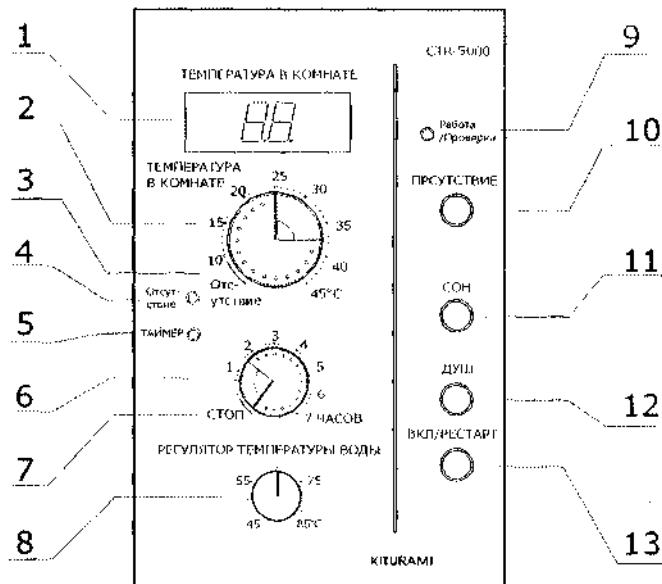

Рис. 12
- регулятор «ТЕМПЕРАТУРА В КОМНАТЕ» (Поз.2; рис. 12);
- отметка на шкале регулятора «ТЕМПЕРАТУРА В КОМНАТЕ» - «ОТСУТСТВИЕ» (Поз.3; рис. 12);
- регулятор «ТАЙМЕР» (Поз.6; рис. 12);
- отметка на шкале регулятора «ТАЙМЕР» - «СТОП» (Поз.7; рис. 12);
- регулятор «ТЕМПЕРАТУРА ВОДЫ» (Поз.8; рис. 12);
- кнопка «ПРИСУТСТВИЕ» (Поз. 10; рис. 12);
- кнопка «СОН» (Поз.11; рис. 12); кнопка «ДУШ» (Поз.12; рис. 12);
- кнопка «ВКЛ/РЕСТАРТ» (Поз.13; рис. 12).
- дисплей (Поз.1; рис. 12);
- светодиод «ОТСУТСТВИЕ» (Поз.4; рис. 12);
- светодиод «ТАЙМЕР» (Поз.5; рис. 12);
- светодиод «РАБОТА/ПРОВЕРКА» (Поз.9; рис. 12);
- подсветка кнопки «ПРИСУТСТВИЕ» (Поз. 10; рис. 12);
- подсветка кнопки «СОН» (Поз. 11; рис. 12); подсветка кнопки «ДУШ» (Поз. 12; рис. 12).
**Кнопка "ВКЛ/РЕСТАРТ"** (Рис. 12; поз.13). Элемент прибора, предназначенный для включения (выключения) прибора CTR-5000 и котла.
**Дисплей** (Рис. 12; поз.1). Элемент прибора, предназначенный для отражения текущей температуры в помещении.
Дополнительно, дисплей отражает настройки и информирование, выполненные при программировании прибора. **Светодиод «РАБОТА/ПРОВЕРКА»** (Рис. 12; поз.9). Элемент прибора,
- когда не светится, о выключенном состоянии функции «РАБОТА/ПРОВЕРКА». **Регулятор «ТЕМПЕРАТУРА В КОМНАТЕ»** (Рис. 12; поз.2). Элемент прибора, предназначен для
предварительной установки параметра обогреваемой температуры отапливаемого объекта, или для включения функции «ОТСУТСТВИЕ» (Рис. 12; поз.3).
**Регулятор «ТАЙМЕР».** (Рис. 12; поз.6).
**Основная установка этого регулятора напротив отметки «СТОП».** (Рис. 12; поз.7).
**Регулятор «ТЕМПЕРАТУРА ВОДЫ».** (Рис. 12; поз.8). Регулятор предназначен для предварительной установки температуры теплоносителя в котле. Выбор этой температуры выполняется при помощи шкалы в диапазоне от 45°C до 85°C, с градацией шкалы, 2,0°C.
регулятором «Температура воды» (Рис. 12; поз.8);
регулятором "ТАЙМЕР" (Рис. 12; поз.6);